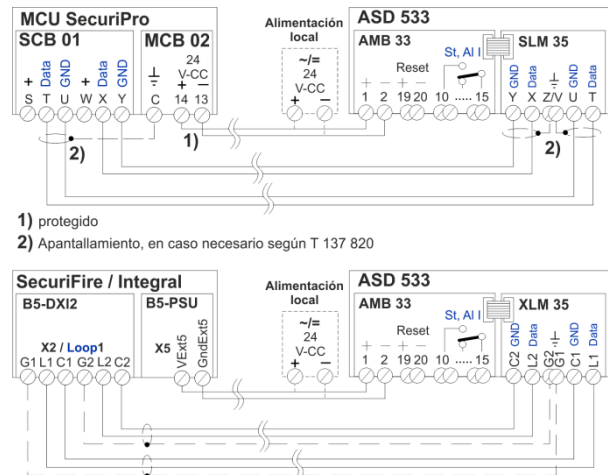

Fig. 38 Conexión desde el XLM 35 / SLM 35
- La conexión y el cableado entre el **SLM 35** y la CDI SecuriPro, SecuriFire o Integral deben realizarse conforme a la **Fig. 38** (X con X, Y con Y o X con L2, Y con C2, etc.).
- La conexión y el cableado entre el **XLM 35** y la CDI SecuriFire o Integral deben realizarse conforme a la **Fig. 38** (L1 con L1, C1 con C1, etc.).